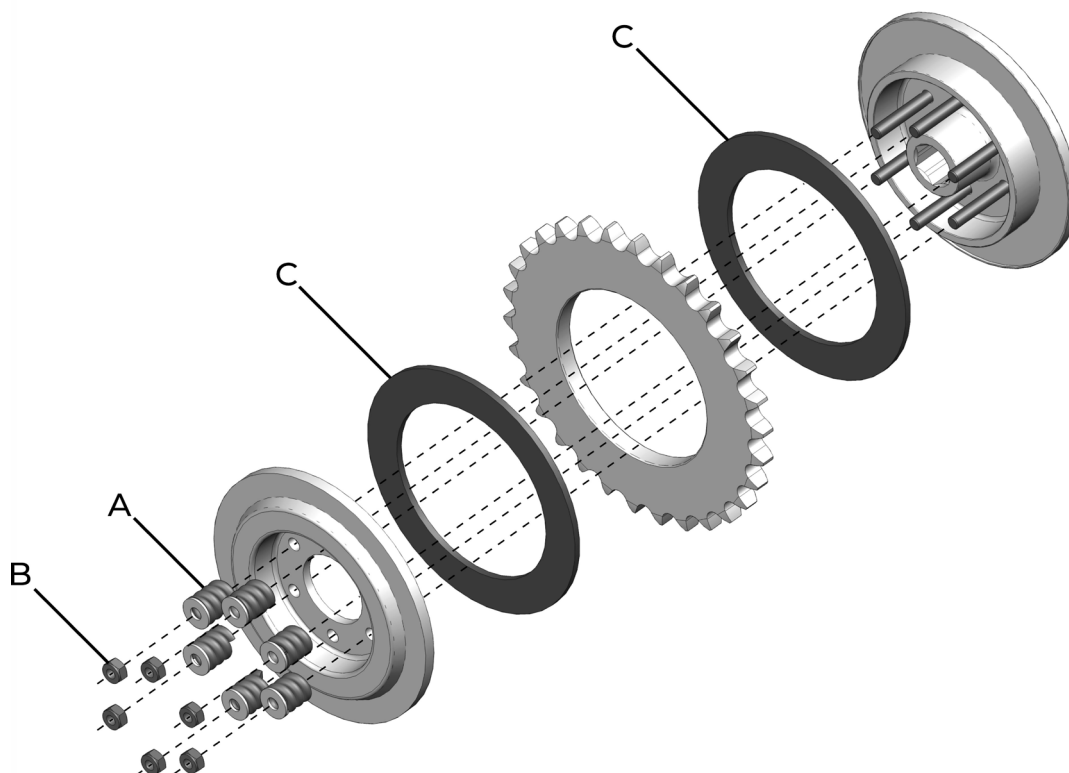
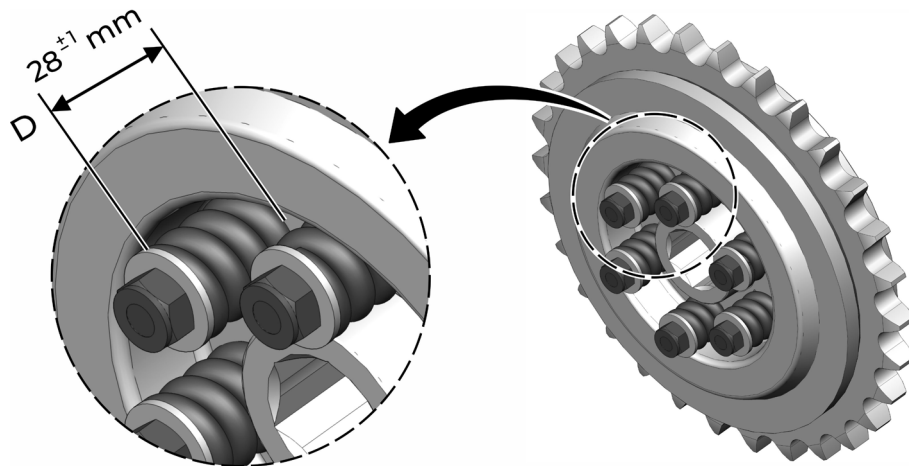

fig. 53
fig. 54
1. Realizar a desmontagem do limitador, removendo todas as porcas (B) (fig. 53). Para a desmontagem do limitador, será necessário a remoção dos eixos de acionamento;
2. Avaliar os discos de fricção (C) (fig. 53), se os mesmos apresentarem desgastes ou “quebra”, realizar a substituição;
3. Montar novamente o limitador observando a medida (D) (fig. 54) de fechamento das molas (A) (fig. 53). Lembrar que este é somente um ajuste inicial, durante a colheita pode ocorrer a necessidade de se fazer novos ajustes, caso o limitador venha a patinar.